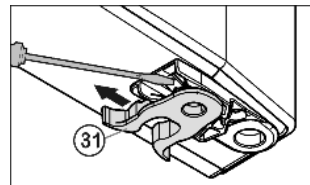

Fig. 6
- ▶ Cambiar de sitio la grapa elástica Fig. 6 (31): presione hacia abajo el saliente de enganche y retire la grapa elástica.